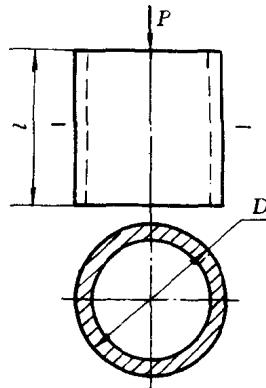

图 1-5
2. 管状铸铁短圆柱的外径  $D=250(\text{mm})$  如图 1-5 所示,承受的压力  $P=50 \times 10^4(\text{N})$ 。若材料许用应力为  $[\sigma]=30(\text{MPa})$ , 柱长  $l=3.5(\text{m})$ , 求圆柱壁厚及其总缩短量。(材料弹性模量  $E=1.2 \times 10^5 \text{ MPa}$ )